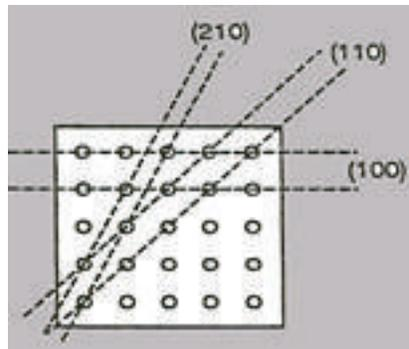

Figura 7.6. Planos de Bragg en el cristal cúbico
e) En el cristal cúbico, verifique las tres familias de planos paralelos (denominados de Bragg), las designaciones (100), (110) y (210) son los índices de Miller (figura 7.6).